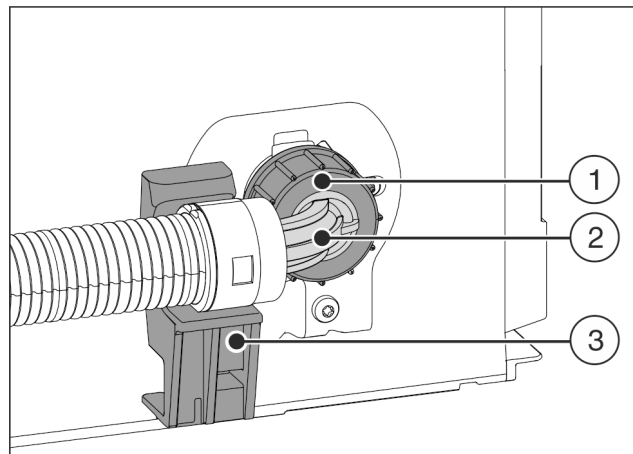

Fig. 23
- ▶ Afgewikkeld slangeinde Fig. 23 (2) horizontaal op de houder Fig. 23 (3) positioneren en vasthouden.
- ▶ Moer Fig. 23 (1) met de hand op de schroefdraad draaien tot een veilige vaste bevestiging is bereikt.